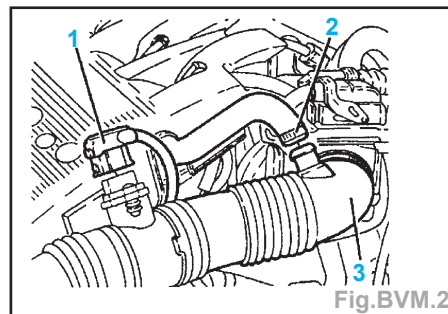

Fig.BVM.2
- Débrancher le connecteur (1) du débitmètre d'air (Fig.BVM.2).
- Débrancher le tuyau de recyclage des gaz (2).
- Déconnecter le manchon d'admission d'air (3) du corps papillon.